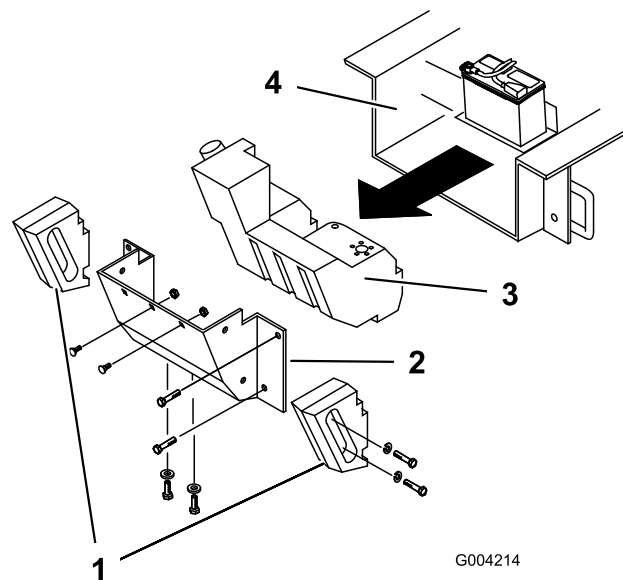

Рисунок 58
С течением времени в шасси под двигателем накапливается грязь и мусор, которые необходимо удалять. Регулярно открывайте капот и осматривайте пространство под двигателем, используя для этого фонарик. При толщине слоя мусора 1-2 дюйма выполните следующую процедуру (см. Рисунок 58 на протяжении всей процедуры):
4. Снимите болты, шайбы и стопорные шайбы, которые крепят два боковых груза; снимите грузы (Рисунок 58).
7. Снимите шесть гаек и болтов крепления задней панели; снимите панель (Рисунок 58).
9. Сдвиньте топливный бак назад (Рисунок 58).
16. Вставьте в шасси часть топливного бака (Рисунок 58).
22. Поставьте на место заднюю панель и закрепите ее шестью снятыми ранее болтами и гайками (Рисунок 58).
24. Установите боковые грузы и закрепите их снятыми ранее болтами, шайбами и стопорными шайбами (Рисунок 58).